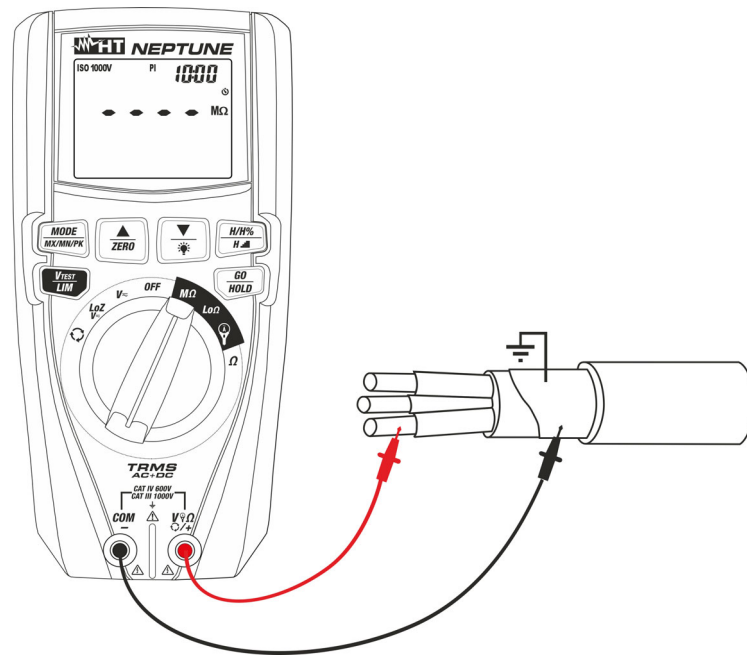

Fig. 22: Uso del instrumento para medida resistencia de aislamiento en modo PI
6. Inserte el conductor rojo en el terminal de entrada **V $\Omega$ /+** y el conductor negro en el terminal de entrada **COM/-** y eventuales terminales de cocodrilo y conecte el instrumento a la instrumentación en examen (vea la Fig. 22)